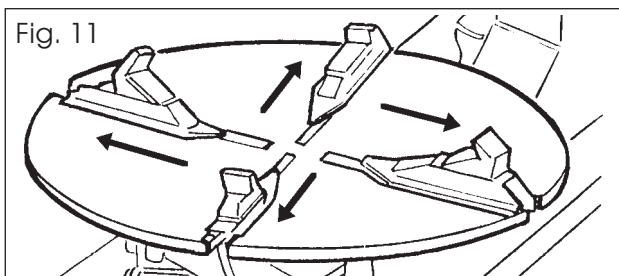
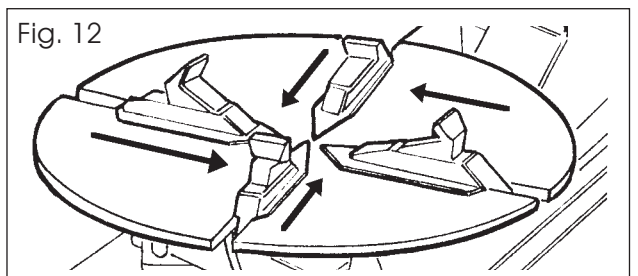
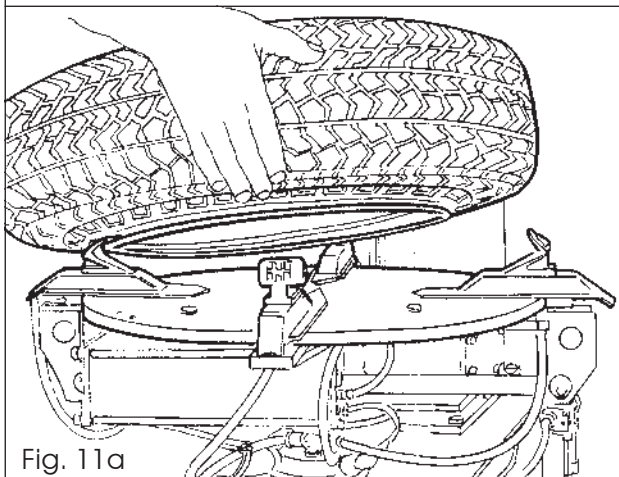

Fig. 11
Fig. 12
Fig. 11a
- ❑ Pour l'A 9820 appuyer sur la pédale (10) pour amener les mors à l'extérieur du plateau (Fig. 11), s'il faut bloquer la jante sur l'extérieur, comme le montre la Figure 11a (conseillé pour les jantes en alliage) ; sinon, pour bloquer la jante sur l'intérieur (Fig. 12a), maintenir la pédale (10) pressée pour amener les mors au centre du plateau (Fig. 12). Pour l'A 9824 réf. figure 12c.
- ❑ Appuyer sur la pédale (10) de façon à bloquer la roue avec les mors.